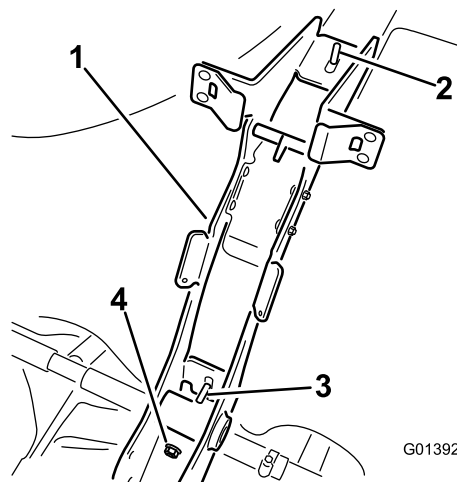

Figura 4
8. Fissate il telaio di supporto principale sulla fascetta del serbatoio utilizzando 2 dadi flangiati (3/8 - 16) (Figura 4).